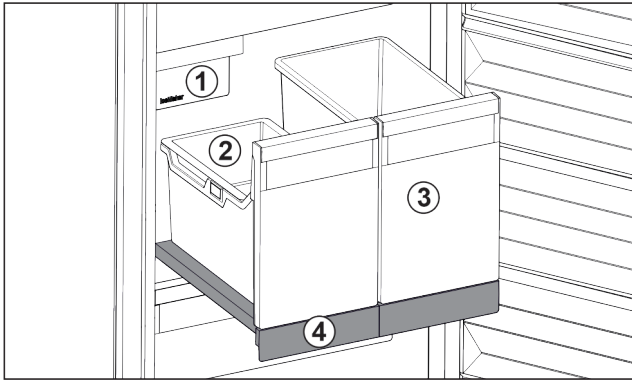

Fig. 99 Выдвижная панель с IceTower
- (1) IceMaker
- (2) Подвесной лоток для кубиков льда
- (3) Контейнеры для пиццы, алкогольных напитков
- (4) Выдвижная панель
На выдвижной панели находятся два высоких контейнера (IceTower). В контейнере Fig. 99 (2) собираются и хранятся кубики льда из IceMaker. Контейнер Fig. 99 (3) подходит для хранения высоких продуктов, таких, как пицца или алкогольные напитки.